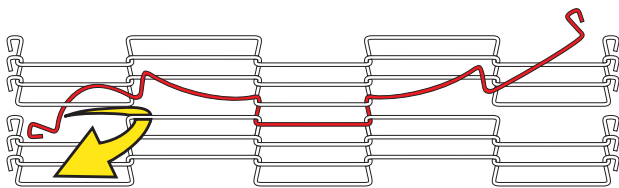

Abbildung 3
- Biegen Sie ein Ende des Drahtes hoch und führen Sie ihn um die an der letzten zur Kante liegenden Z-Biegung, die Ihnen am nächsten liegt (Masche D - Abbildung 3).
- Wiederholen Sie die einzelnen Schritte in die entgegengesetzte Richtung, um die andere Hälfte des Gurtes zu verbinden (**Abbildung 3 bis 6**).